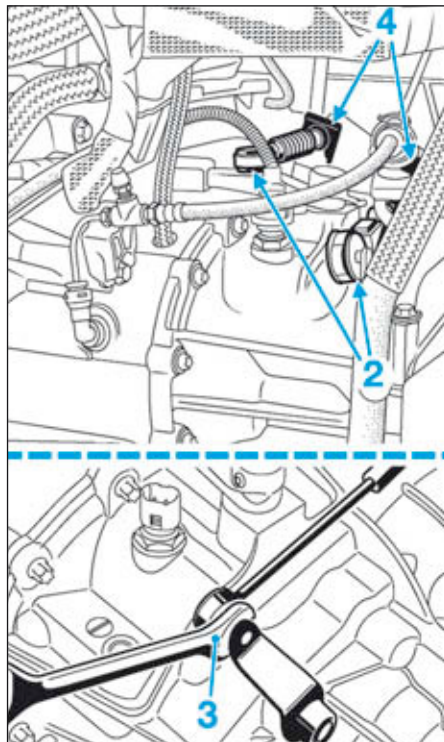

FIG.49
- Déclipper les câbles de commande sur la boîte de vitesses au niveau (Fig.49) :
- des rotules d'ancrage (2) à l'aide d'une clé plate (3).
- des arrêts de gaine en retirant les agrafes (4).